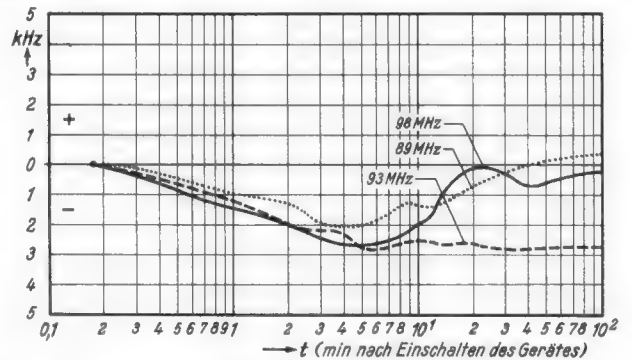

Bild 8. Frequenzgang des UKW-Oszillators bei drei verschiedenen Frequenzen
Bei kapazitiver Abstimmung können im letzten Stadium mit Hilfe von Serien- und Parallelkapazitäten zwei Stellen des Empfangsbereiches kompensiert werden. Nimmt man an, daß der Drehkondensator bei allen Drehwinkeln den gleichen Temperaturkoeffizienten besitzt, dann läßt sich ein gegenseitiger Einfluß herbeiführen: Positiver Frequenzgang am unteren und negativer Frequenzgang am oberen Ende. In der Bereichsmitte heben sich beide Einflüsse auf. Bild 8 zeigt als Beispiel den temperaturbedingten Frequenzgang bei den Siemens-Empfängern des Jahresganges 1955/56 als Funktion der Betriebszeit für drei verschiedene Frequenzen. Die insgesamt noch auftretenden Abweichungen sind auch bei sehr schmalbandigen Zf-Filtern belanglos.
- c) In der π -Form können sehr leicht innere und äußere Leitwerte auf der Eingangs- wie auch Ausgangsseite zusammengefaßt (Bild 8 a, b) werden. Zieht man z. B. wie in Bild 8 b